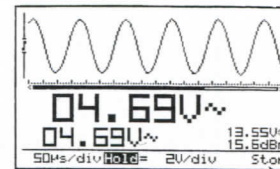

図47
2. 「trigger」キーを2秒押し続けて波形をメモリーします (波形1)。「Store」のマークが右下に瞬間表示されます (図47の2)。